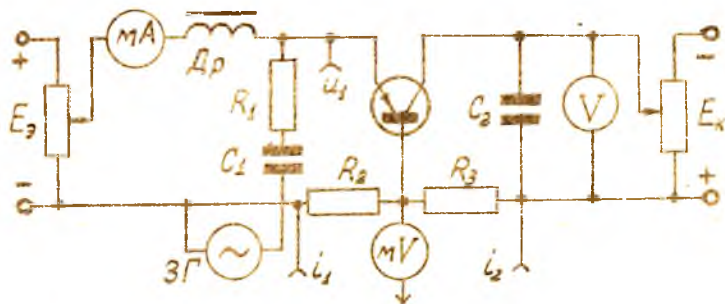
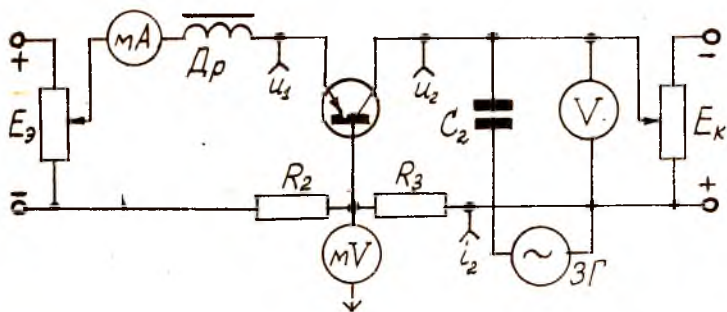

Рис.17
Рис.18
На рис.17 показана схема для измерения параметров  $h_{11}$  и  $h_{21}$  и на рис.18 - параметров  $h_{12}$  и  $h_{22}$ .
$h_{21}$  (рис.17).
6. Включить схему (рис.18) для измерения параметров транзистора  $h_{12}$  и  $h_{22}$ .